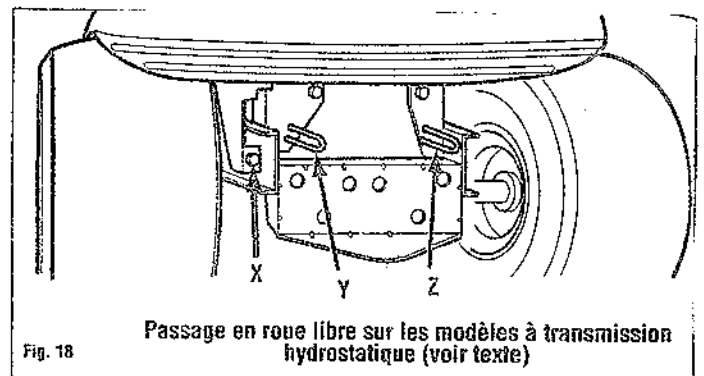

Fig. 18 Passage en roue libre sur les modèles à transmission hydrostatique (voir texte)
**Modèles à transmission hydrostatique :** tirez le régulateur de vitesse hydrostatique à roue libre (Y ou Z, fig.18) vers l'extérieur, et faites-le pivoter pour le verrouiller avant de pousser le tracteur.
Il est possible d'adapter le dispositif de levage à vos besoins particuliers et à votre méthode de coupe préférée. Le ressort de tension du dispositif peut être tendu pour être d'une plus grande assistance lors du levage du carter de tonte en position de transport. Pour régler la tension du ressort, serrez ou desserrez la vis (X, fig. 18). Les différentes méthodes de coupe sont décrites ci-dessous.